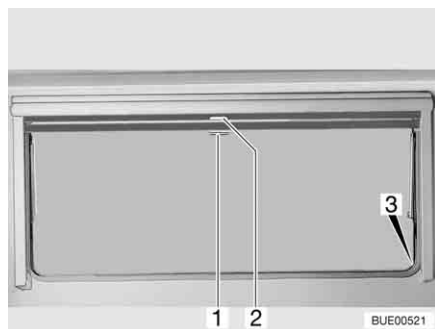

Fig. 52 Fenêtre projetante
- Tirer le store occultant vers le bas en le maintenant par la poignée (Fig. 52,2). Lorsque le store occultant est complètement fermé, l'accrocher des deux côtés du cadre de la fenêtre dans le dispositif de blocage (Fig. 52,3).
- Lorsque le store occultant est complètement fermé : Appuyer sur la poignée (Fig. 52,2) vers le bas tout en la tirant légèrement vers l'intérieur. Décrocher à droite et à gauche le store occultant du dispositif de blocage du cadre de la fenêtre.
- Si le store occultant se trouve dans une position intermédiaire : Tirer la poignée (Fig. 52,2) vers le bas jusqu'à ce que le dispositif de blocage se débloque.
- Tirer la moustiquaire par la poignée (Fig. 52,1) vers le bas et l'accrocher des deux côtés sur le cadre de la fenêtre dans le dispositif de blocage (Fig. 52,3).
- Appuyer sur la poignée (Fig. 52,1) vers le bas tout en la tirant légèrement vers l'intérieur. Décrocher à droite et à gauche la moustiquaire des dispositifs de blocage du cadre de la fenêtre.